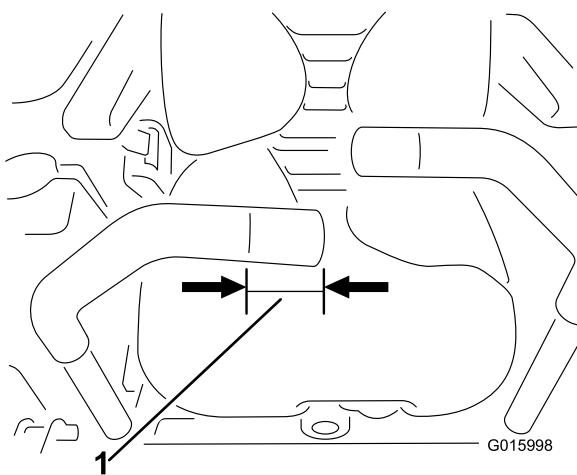
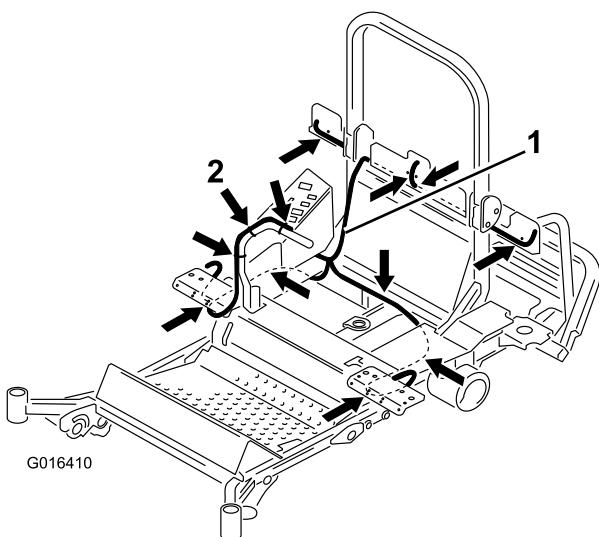

Figure 12
Figure 16
1. Pour poser le support adaptateur d'interrupteur, coupez 40 mm au bout du levier de commande de déplacement droit (Figure 12).
2. Acheminez le faisceau de câblage sur la machine comme suit : Vers le haut entre le réservoir, le tablier et le long de la plaque arrière (Figure 16).
2. Acheminez la branche du faisceau de câblage le long et sous la traverse arrière, puis dans le châssis au niveau de la roue arrière (Figure 16).
1. Acheminez la dernière branche du faisceau de câblage avec les connecteurs jusqu'à l'interrupteur général d'éclairage et le phare et l'indicateur de direction droits (Figure 12) à travers le châssis droit au niveau de la roue arrière vers le phare (Figure 16).
4. Fixez le faisceau de câblage en position comme illustré à la Figure 16.
2. Fixez le faisceau de câblage au levier de commande de déplacement avec un serre-câble et veillez laisser un jeu suffisant pour pouvoir déplacer le levier en avant et en arrière (Figure 16).
3. Fixez le faisceau en place avec des serre-câbles, comme indiqué par les flèches à la Figure 16.